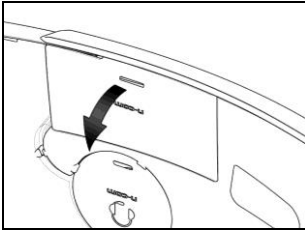

Abb. 20 – X-1005 Helm
- Biegen Sie auf der rechten Seite die Wangenpolsterung so, dass Sie die Batterie in den für sie ausgesparten Bereich einsetzen können (Abb. 20/21 - 22).